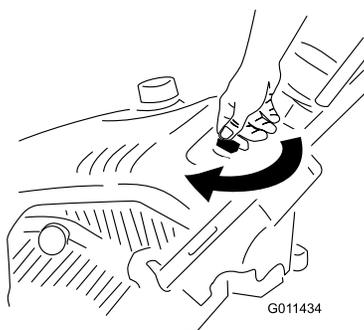

Bild 13
1. Drehen Sie den Zündschlüssel nach rechts auf die On-Stellung (Bild 13).